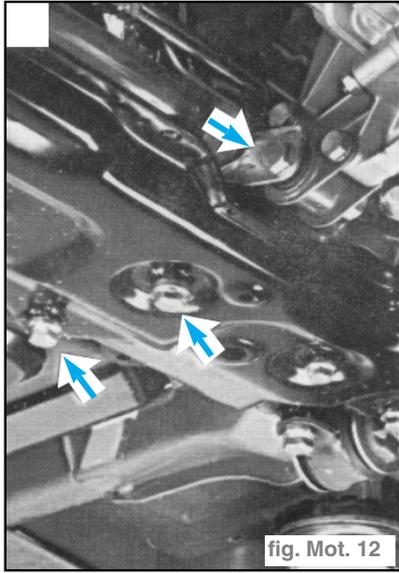

fig. Mot. 12
- Débrancher le support moteur côté différentiel du différentiel lui-même et de la traverse et le déplacer en arrière. (fig. Mot. 12)